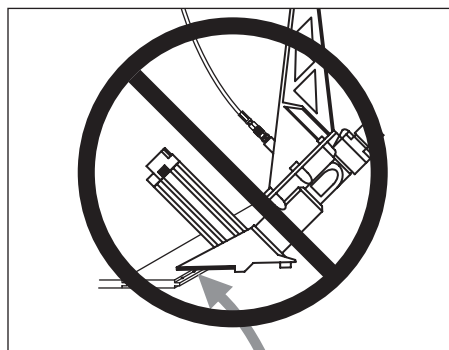

Figure 4
*Ne jamais enfoncer les clous un pardessus l'autre. Le clou pourrait ricocher et causer la mort ou une blessure grave de perforation. Voir Figure 4.*